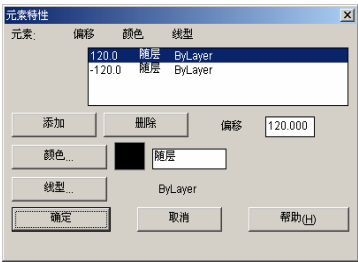

图 3-55
(3)单击“元素特性”按钮，打开“元素特性”对话框，在该对话框中进行如下设置，如图 3-55 所示。